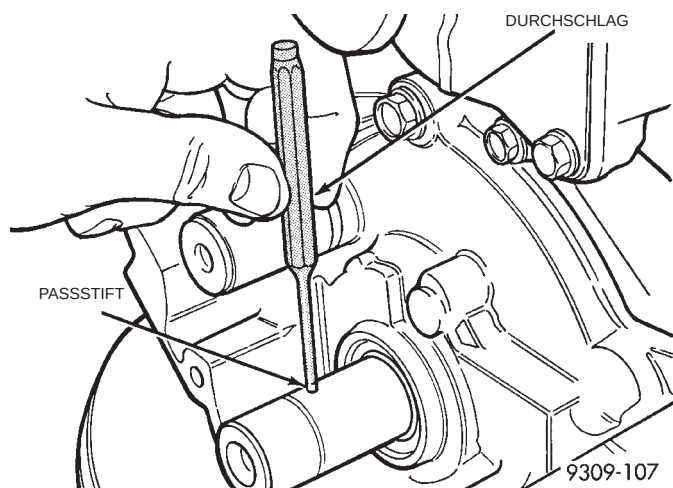

Abb. 79 Paßstift/Kurbelwellenrad—Aus-/Einbau
(3) Den Paßstift mit leichten Schlägen aus der Kurbelwelle treiben (Abb. 79).
(2) Paßstift 1,2 mm (0,047 Zoll) tief in die Kurbelwelle einführen (Abb. 79).